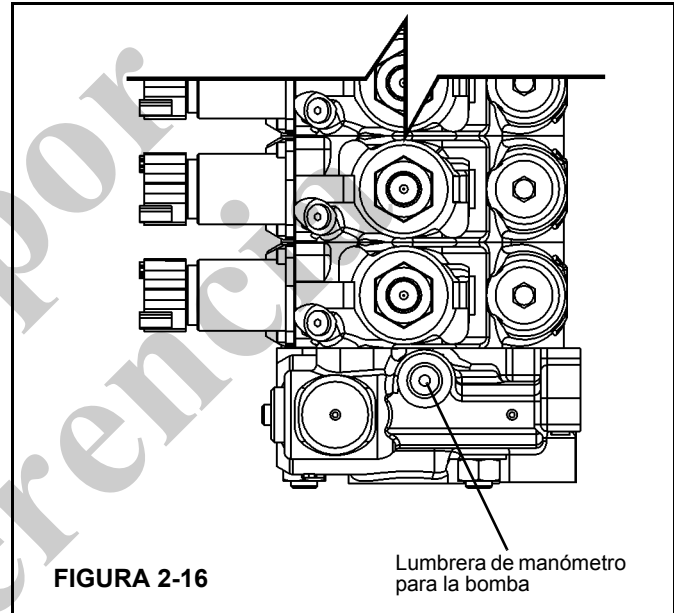

FIGURA 2-16
5. Instale un manómetro en la lumbrera de presión de la bomba en la DCV (Figura 2-16).
- a. Instale un manómetro en la lumbrera de presión de la bomba en la DCV (Figura 2-16).